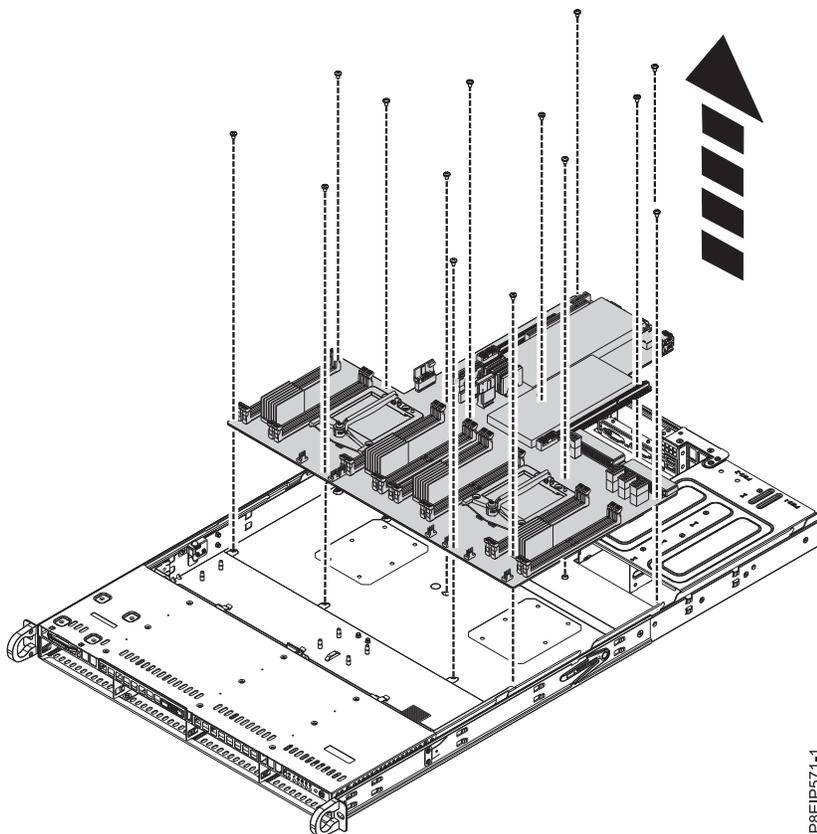

Figura 63. Levantando a painel traseiro do sistema
9. Movendo os cabos frontais para fora do caminho e segurando cuidadosamente o dissipador de calor do processador, mova o painel traseiro do sistema ligeiramente para frente e para cima até removê-lo. Consulte a Figura 63 na página 54.